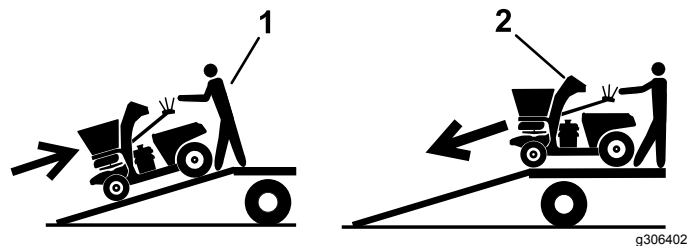

Figure 67
5. Montez la rampe en marche arrière (Figure 67).